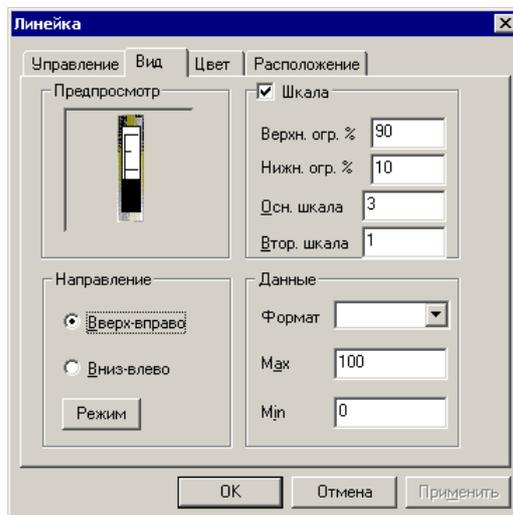

Рисунок 95
Указатель мыши приобретет вид рамки будущего элемента. Следует позиционировать указатель на требуемом месте и нажать левую кнопку мыши. Элемент будет добавлен на экран или в окно проекта. Одновременно откроется окно задания свойств элемента (см. рис. 95).
На вкладке «Вид» (см. рис. 95) задается вид отображаемой на экране ли-
- В полях «Осн. шкала (основная шкала)» и «Втор. шкала (вторая шкала)» указывается количество штрихов основной и второй шкал (например, если задано. Соответственно, значения 3 и 1, то шкала будет иметь 3 штриха основной шкалы и по одному штриху второй шкалы в каждом из делений основной шкалы (см. рис. 95).